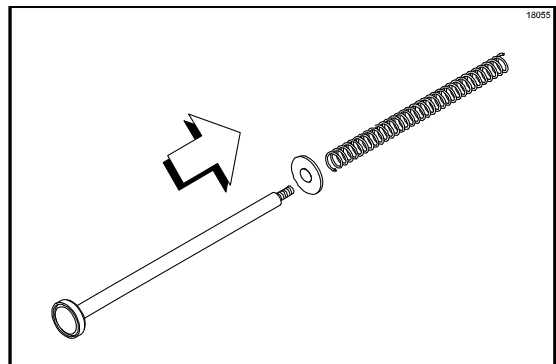

Abbildung 75
6. Feder und Unterlegscheibe von der Kolbeneinheit abnehmen. (Siehe Abbildung 75.)